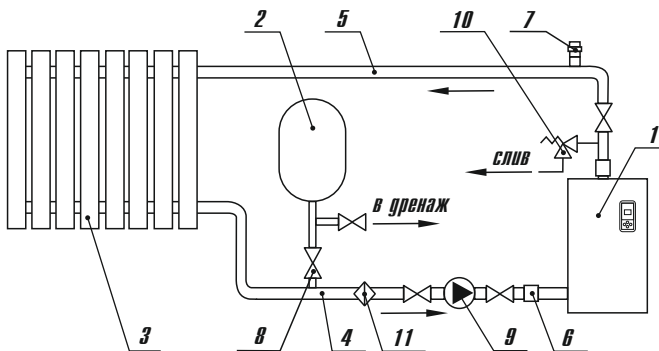

Рисунок 5
8.3. Система отопления (**рисунок 5 и 5.1**) закрытого типа, имеет расширительный бак с резиновой мембраной (**2**). Для такой системы необходимо учесть следующее:
- в верхней части трубопровода подачи (5) необходимо установить клапан для сброса воздуха (7) во избежания завоздушивания всей системы отопления;
- только для моделей ЭВН-К-4,5Э3-220, ЭВН-К-6Э3, ЭВН-К-9Э3, ЭВН-К-12Э1, ЭВН-К-15Э2, ЭВН-К-18Э2, ЭВН-К-24Э2, ЭВН-К-30Э2, ЭВН-К-36Э2, ЭВН-К-42Э2, ЭВН-К-48Э2 обязательная установка предохранительного клапана (10) от избыточного давления. Клапан устанавливается вблизи котла на трубопроводе подачи. На пути к клапану от ЭВН-К не должно быть запорных или регулирующих устройств, а также трубопроводов меньшим диаметром, чем сам клапан. Настройка давления должна быть выполнена на 15-25% больше рабочих параметров (3 бара) теплоносителя.